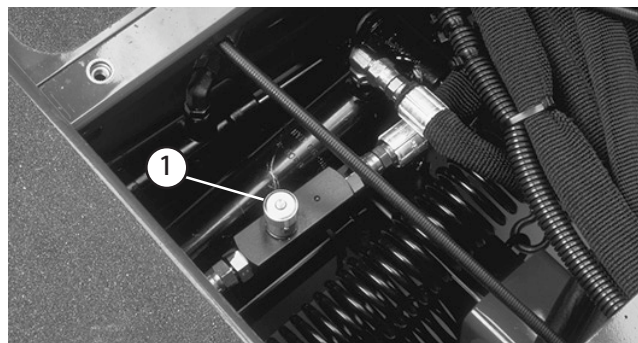

図 62
1. 調整バルブ (図62) は運転台の床のアクセス・パネル裏にある。